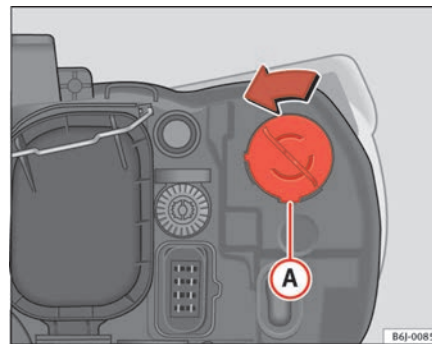

Abb. 145 Blinklicht
- Die Fassung ⇒ Abb. 145 **A** nach links drehen und ziehen.